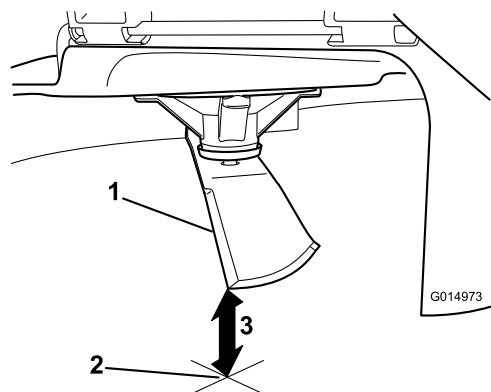

Figure 110
5. Mesurez la distance entre la pointe de la lame et la surface plane (Figure 110).